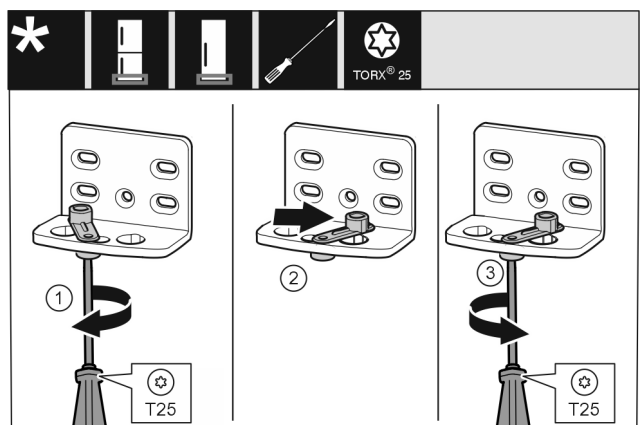

Fig. 17 *
- ▶ Lazán tekerje be a csavart Fig. 17 (1) csavarhúzóval.*
- ▶ Emelje meg az ajtó záródását segítő egységet Fig. 17 (2), és 90°-kal jobbra forgatva tekerje be a furatba.*
- ▶ Húzza meg a csavart Fig. 17 (3) csavarhúzóval.*